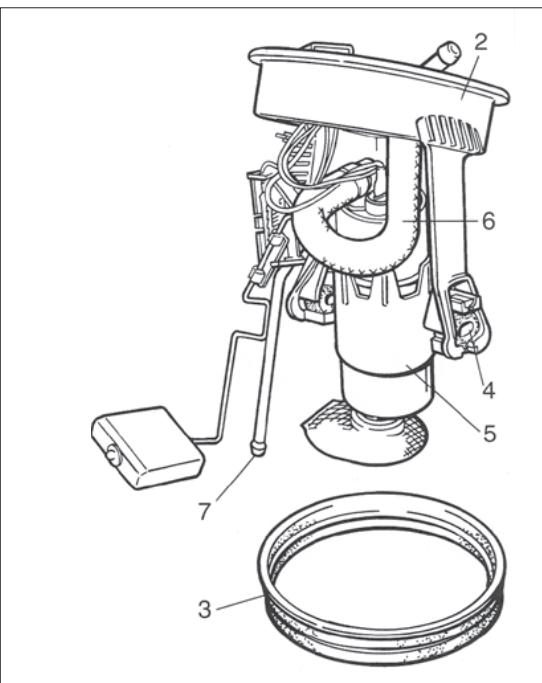
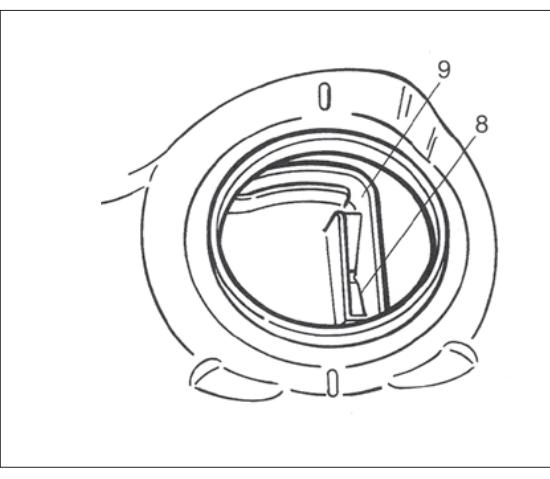

Abb. 2/Fig. 2/Puc. 2/图2
Abb. 3/Fig. 3/Puc. 3/图3
- 用螺丝刀小心地撬出减震橡胶 (4, 图 2) (3 件)。
安装皮尔博格泵 (图 2)
- 将预装的燃油泵 (5, 图 2) 放入定位架。
- 将软管 (6) 连同附带的软管夹完全推入并进行固定。
- 装入减震橡胶 (4)。
- 将密封环 (3, 图 2) 装入油箱开口。
- 装入燃油泵单元，使得导向杆 (7, 图 2) 抵靠缓冲罐 (9) 的导向架 (8, 图 3)。导向杆 (7) 会由此得到弹性减震。